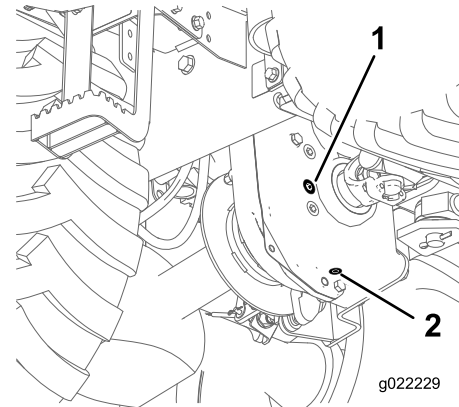

Figure 35
2. Nettoyez la surface autour du bouchon de remplissage avec un solvant de nettoyage (Figure 35).